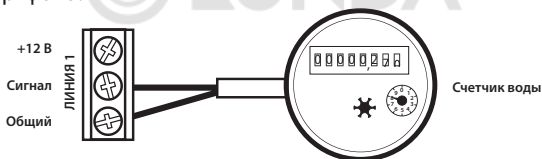

Рис. 3. Схема подключения прибора учета воды (счётчик) к модулю управления PROW+WiFi.
- Прибор учёта подключается на одно из мест для датчиков контроля протечки воды (рис. 3). Конфигурирование входов осуществляется в приложении Neptun ProW+WiFi Вашего смартфона.